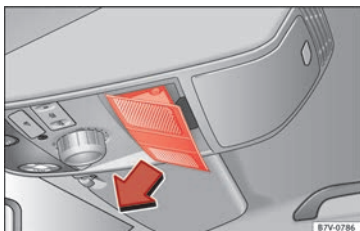

Bild 15 På det inre takfodret: Ta bort locket
- Tryck upp locket i den riktning som bilden visar (se pilen) » **bild 15**.